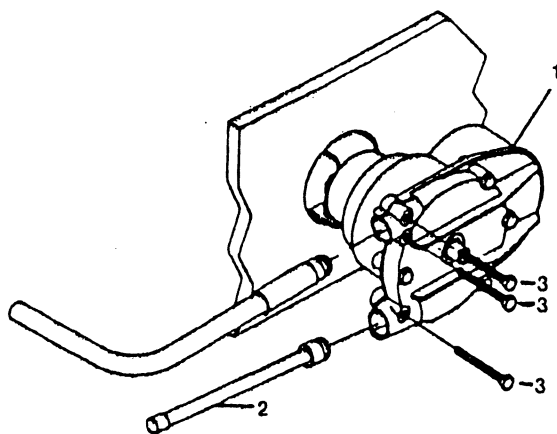

図2
- (2) ステアリングケーブルからプラスチックスリーブを外し、ケーブルエンドのグリスの上にほこり等が付いてないかを確認して下さい。
- (3) ケーブルエンドをヘルムの上部入口より内部ギヤーに突当たるまで押込み、ステアリングホイールを回しケーブルを完全にホイールの中に引込んで下さい。(図2参照)
- (4) NO. 3の2本の六角ボルトをヘルムに入れ締付けて下さい。六角ボルトがケーブルの金具の溝に確実に固定されていることを確認して下さい(図2参照)
- (5) NO. 2のスペントトラベルチューブを剥き出しのインナーケーブルに被せNO. 3の六角ボルトでヘルムに確実に固定して下さい(図2参照)